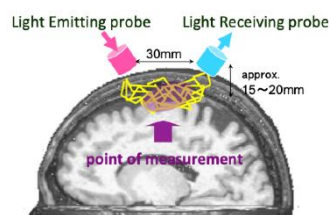

Figure 2
Cet équipement permet d'enregistrer l'activité fonctionnelle du cerveau par une technique d'imagerie optique (Fig.1). Il permet l'étude spatiale et temporelle des activations cérébrales. Cette technologie de neuroimagerie offre une méthode non invasive de contrôle de l'activité cérébrale. Le principe du fNIRS consiste à mesurer les changements d'absorption de lumière Infra Rouge (IR) entre l'oxy-hémoglobine (oxy-Hb) et la désoxy-hémoglobine (desoxy-Hb) des vaisseaux sanguins à la surface du cerveau. (Fig.2) L'activation du cerveau (par une activité par exemple) entraîne en effet une augmentation du flux sanguin et une dilatation vasculaire, il en résulte une augmentation du taux de oxy-Hb et une diminution du taux de desoxy-Hb.